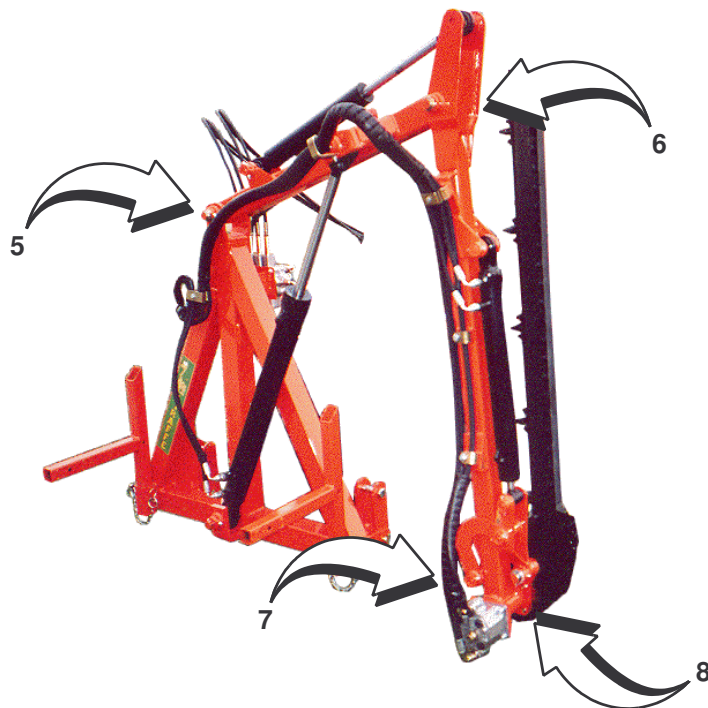

Fig. 3 Ingrassaggio - Lubrication
**8 Leve di comando (Fig. 3)**
- Iniettare grasso negli ingrassatori **5, 6, 7 e 8** (Fig. 3).
**8 Control levers (Fig. 3)**
- Inject lube in the lubricators **5, 6, 7 and 8** (Fig. 3).